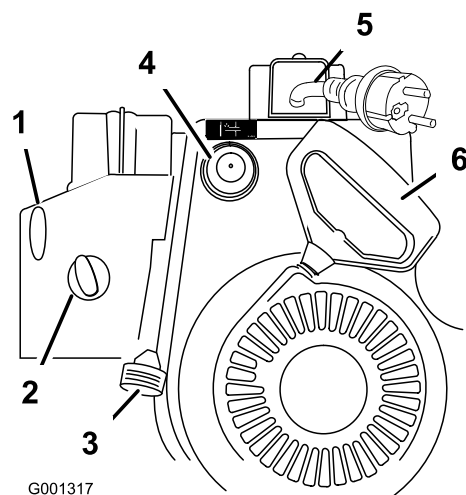

Figure 21
7. Démarrez la déneigeuse à l'aide du lanceur ou du démarreur électrique (Figure 21).